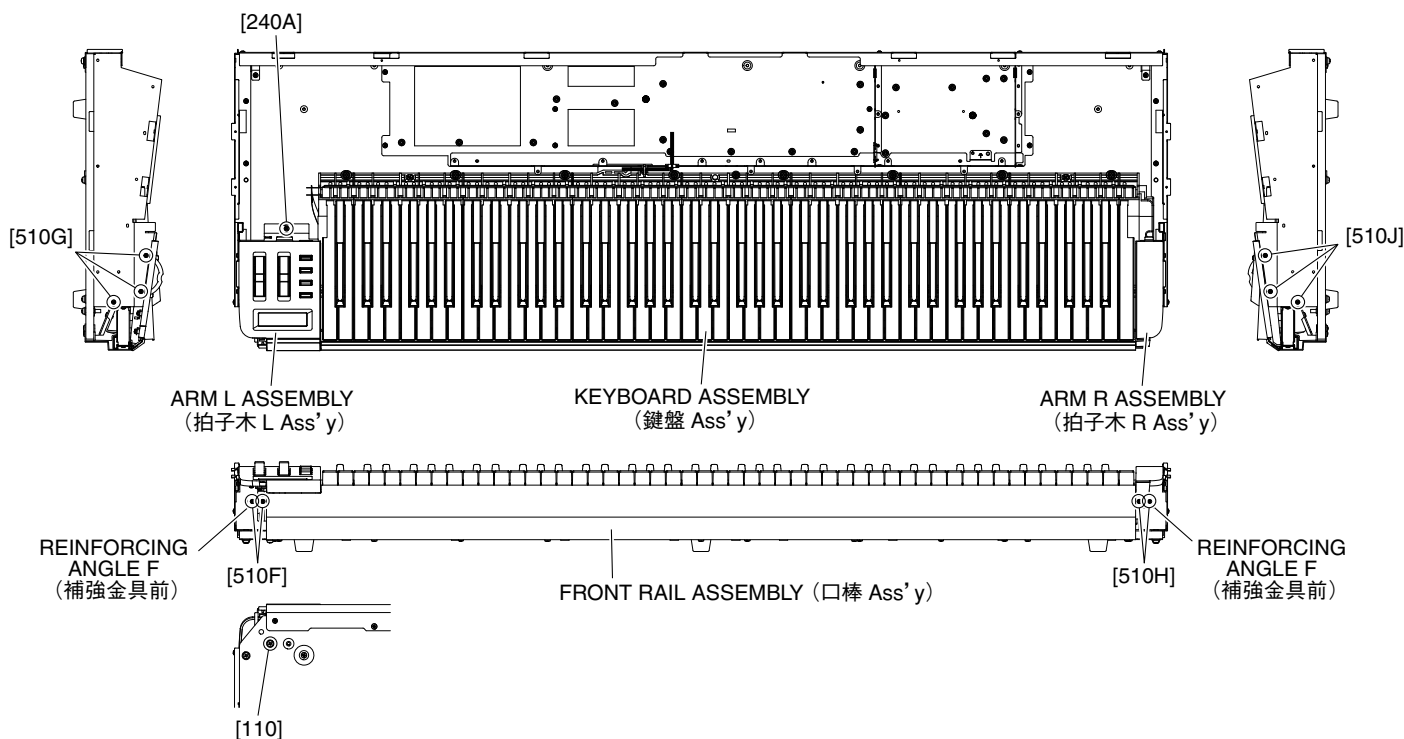

Fig. 11 (図 11)
- 15-3. Remove the two (2) screws marked [510F]. The reinforcing angle F can then be removed. (Fig. 11)
- 15-4. Remove the screw marked [240A], the screw marked [110] and the three (3) screws marked [510G]. The arm L assembly can then be removed. (Fig. 11)
- 15-3. [510F] のネジ 2 本を外して、補強金具前を外します。(図 11)
- 15-4. [240A] のネジ 1 本と [110] のネジ 1 本と [510G] のネジ 3 本を外して、拍子木 L Ass'y を外します。(図 11)
- 16-3. Remove the two (2) screws marked [510H]. The reinforcing angle F can then be removed. (Fig. 11)
- 16-4. Remove the three (3) screws marked [510J]. The arm R assembly can then be removed. (Fig. 11)
- 16-3. [510H] のネジ 2 本を外して、補強金具前を外します。(図 11)
- 16-4. [510J] のネジ 3 本を外して、拍子木 R Ass'y を外します。(図 11)